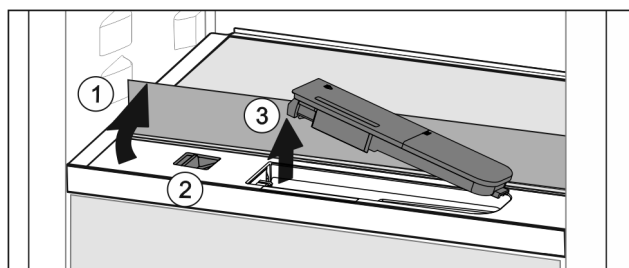

Fig. 134
- ▶ Podnieść płytę szklaną i złożyć ją z powrotem, aż do oporu Fig. 134 (1).
- ▶ Przesunąć suwak Fig. 134 (2) w lewo.
- ▶ Wyjmowanie zbiornika wody Fig. 134 (3).